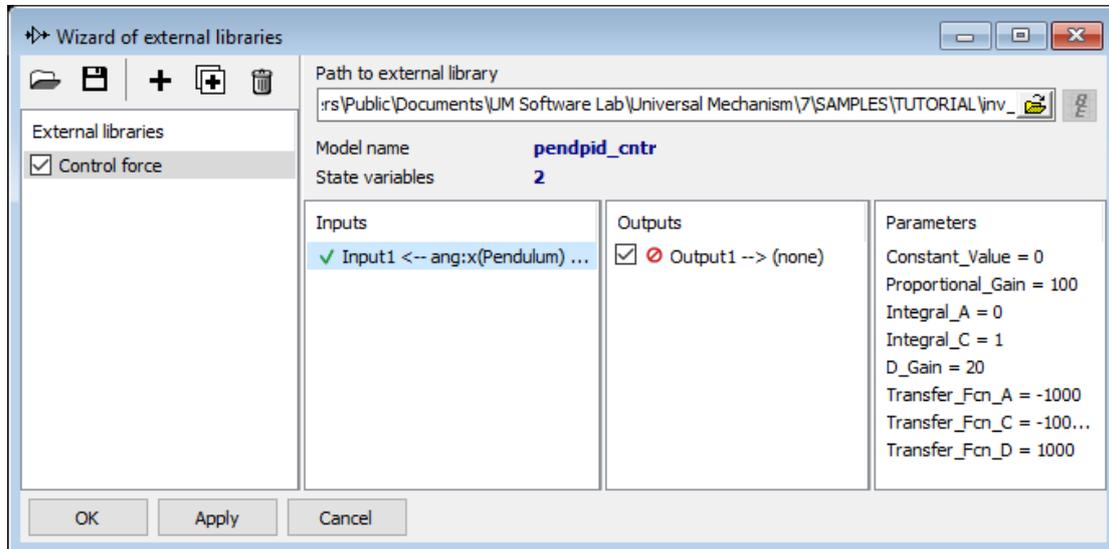

图 3.12 定义控制系统的输入变量
6. 将上一步创建的角度变量 **ang:x(Pendulum)** 从变量向导窗口拖到外部库向导窗口 **Input1** 处，作为控制系统的输入信号，最后如图 3.12 所示。